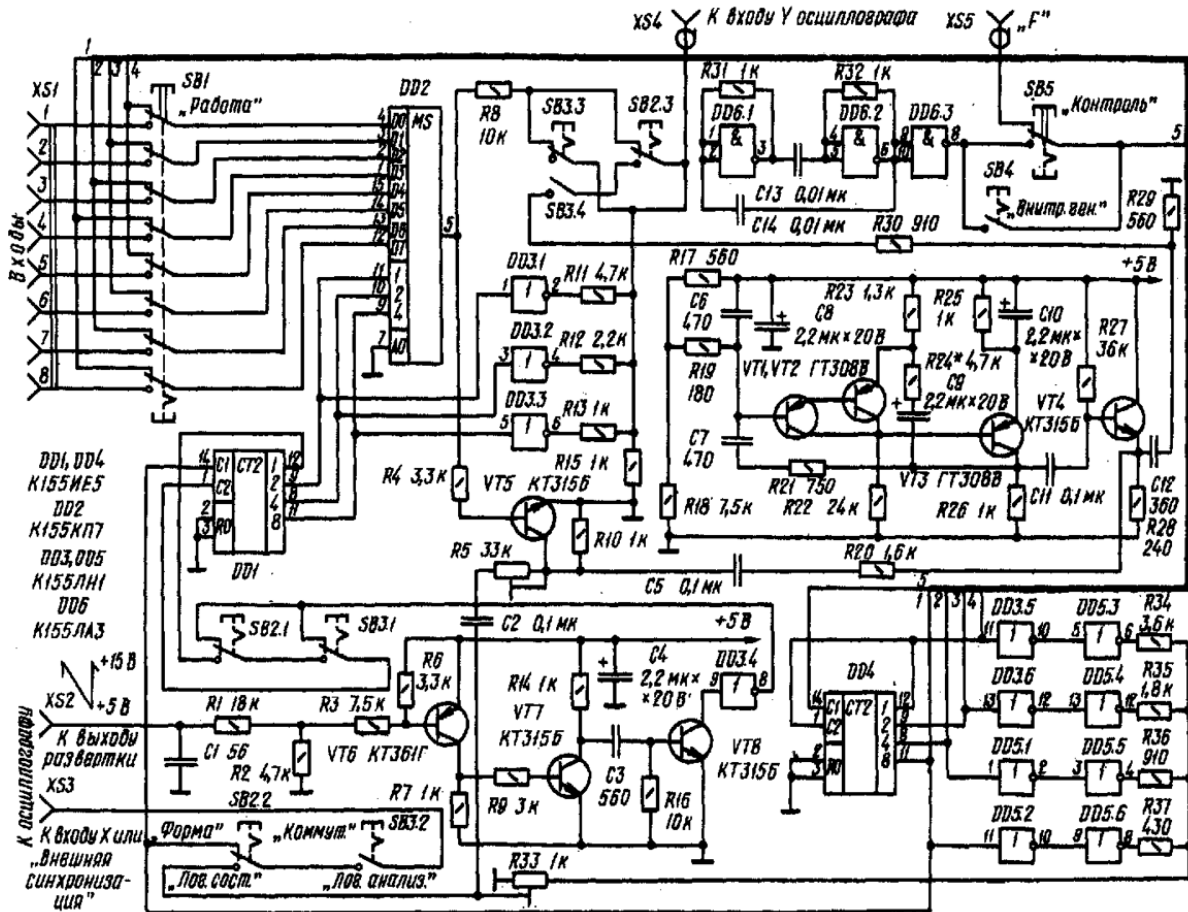

рис. 1
**“Логический анализатор-приставка к осциллографу”** (<http://rsputnik.com.ru/logos.html>) С. Махоты дает возможность обычного осциллографа С1-65А использовать в качестве логического анализатора для исследования состояний микросхем ТТЛ. Логические значения отображаются на экране осциллографа в привычном порядке, т.е. слева направо и сверху вниз. Приставка (рис.1) может работать как восьмиканальный коммутатор цифровых сигналов. В ее состав входит тактовый генератор, позволяющий контролировать работоспособность устройства в автономном режиме.